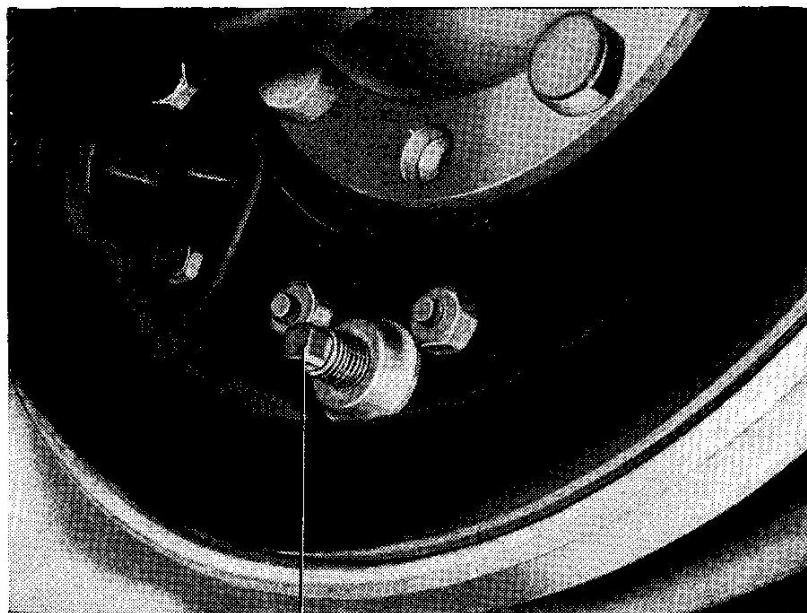
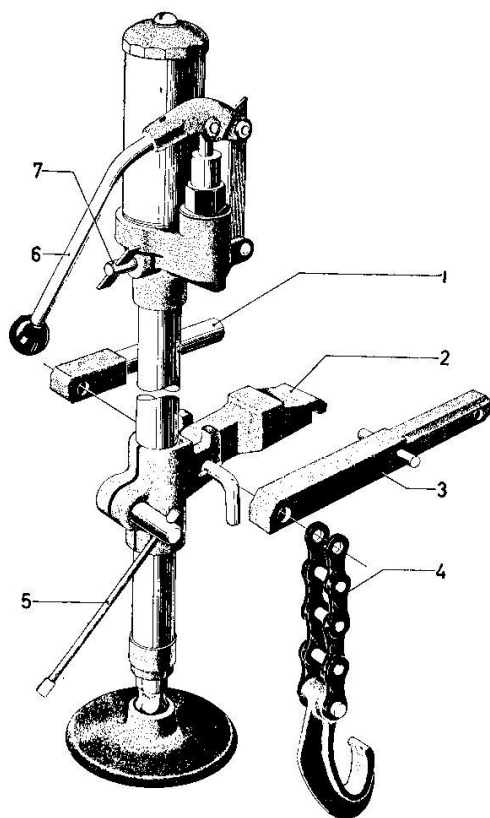

Bild 8 Justering av fotbroms
Bild 10 Domkraft
2. Vrid justerskruven (1, bild 8) medurs tills bromstrumman låses. Lossa därefter tills trumman kan rotera fritt.
Domkraften är av hydraulisk typ, utseende enligt bild 10. Domkraften kan användas på de flesta vagnstyper efter byte av lyftpinne (adapter). (pkt 1, 2, 3, 4 bild 8).